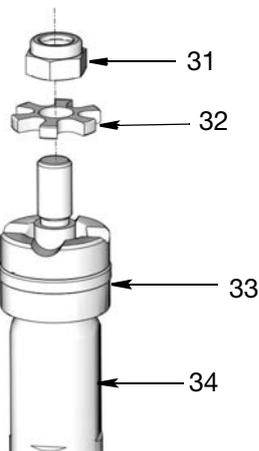
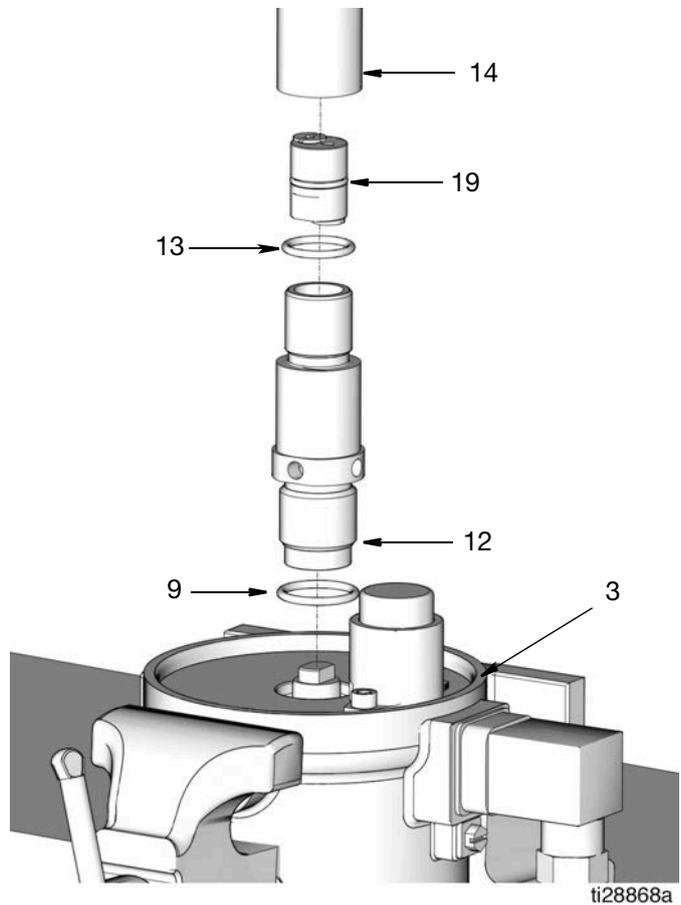

FIG. 37
FIG. 38
14. Instale la arandela de estrella (32) y la contratuerca (31) en el eje del pistón (34) como se observa en la FIG. 37.
15. Use una llave de tuercas para apretar la contratuerca (31).
16. Junta tórica del tubo de salida (13) y junta tórica del cilindro de la bomba (9)
Aplique una capa fina de grasa en la junta tórica del tubo de salida (13) y en la junta tórica del cilindro de la bomba (9) y coloque las juntas tóricas en el tubo de salida (14) y el cilindro de la bomba (12) (FIG. 38).